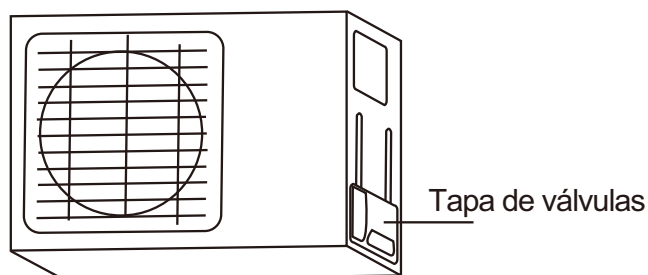

Fig. 5.9
1. Desenrosque la tapa de las válvulas en el lateral de la unidad exterior. (Véase **Fig. 5.9**)